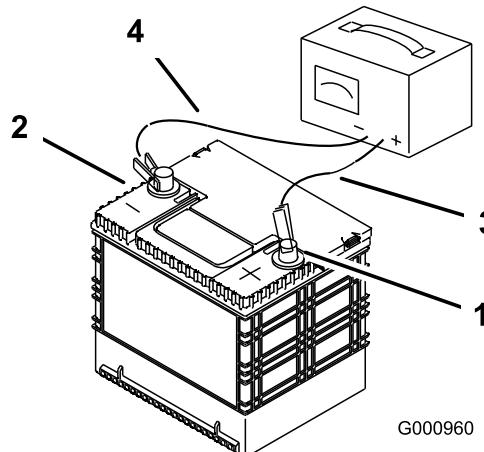

Bild 69
2. Wenn die Batterie ganz aufgeladen ist, ziehen Sie den Stecker des Ladegeräts aus der Dose. Klemmen Sie dann die Klemmen des Ladegeräts von den Batteriepolen ab (Bild 69).